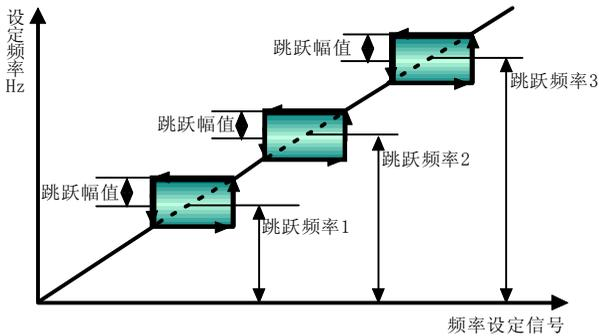

图 5-2-5 跳跃频率
- ◆ 为了让变频器的设定频率避开机机械负载的共振频率点，变频器的设定频率可以在某些频率点附近作跳跃。与共振频率对应的工作频率称为跳跃频率，如图5-2-5所示。